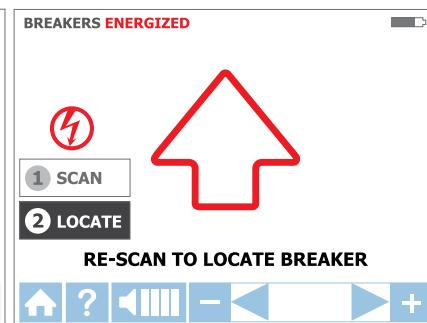
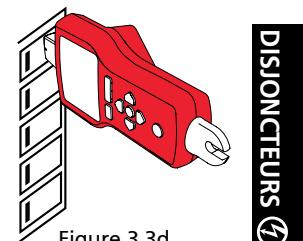

Figure 3.3c
Figure 3.3d
2. Balayez chaque disjoncteur pendant une demi-seconde en le touchant avec le capteur de pointe. Assurez-vous que la rainure du capteur de pointe est parallèle à la longueur du disjoncteur (voir Figure 3.3d).
Étape 2 - ② LOCALISATION :
1. Sélectionnez le mode LOCALISER à l'aide des flèches directionnelles pour mettre en surbrillance ce mode de fonctionnement et en appuyant sur le bouton jaune « ENTRÉE ». (Voir figure 3.3c)
2. Rebalayez chaque disjoncteur en les touchant avec le capteur de pointe pendant une demi-seconde. La flèche rouge animée indique l'avancement du balayage (voir figure 3.3c). Assurez-vous que la rainure du capteur de pointe est parallèle à la longueur du disjoncteur (voir Figure 3.3d).